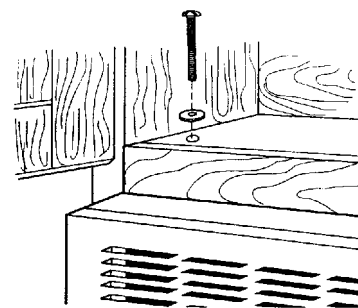

Figure 32
4. Placer des rondelles sur les deux boulons de 1/4 x 3 po (76 mm de long). Insérer ensuite un boulon dans chaque trou du dessous de l'armoire supérieure. Serrer les boulons jusqu'à ce qu'il n'y ait plus d'espace entre l'armoire et le four à micro-ondes. Voir la figure 32.